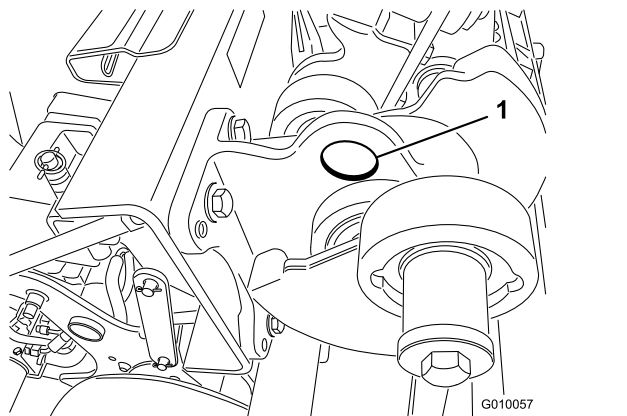

Figura 38
**Nota:** Se disponível, utilize um gancho para levantar a traseira da máquina. Utilize os olhais das caixas de rolamentos da cabeça de perfuração como pontos de ligação da ponte (Figura 38).